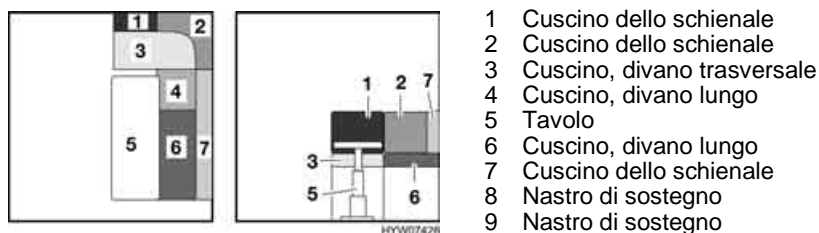
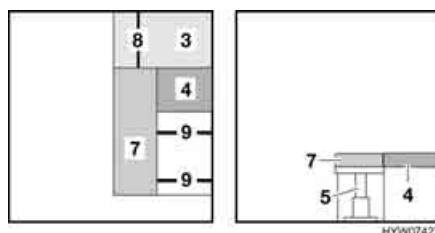

Fig. 115 Prima della trasformazione
Fig. 116 Durante la trasformazione
- Trasformare il tavolo fisso con piede telescopico (Fig. 115,5) in struttura di supporto letto (vedi paragrafo 6.7).
- Rimuovere i cuscini dello schienale (Fig. 115,1 e 2) e riporli.
- Rimuovere il cuscino dello schienale (Fig. 115,7) e posizionarlo sul tavolo in modo che entrambi i nastri di sostegno (Fig. 116,9) siano rivolti verso l'esterno. Il nastro di sostegno (Fig. 116,8) deve essere rivolto all'indietro.
- Rimuovere il cuscino del divano (Fig. 115,6) e riporlo.
- Posizionare entrambi i nastri di sostegno (Fig. 116,9) e fissarli con i bottoni automatici.
- Sollevare internamente il cuscino del divano trasversale (Fig. 116,3) e fissare il nastro di sostegno (Fig. 116,8) con il bottone automatico.